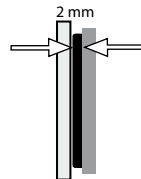

Imagen 9. Desgaste del freno delantero.
2. Revisar el nivel de desgaste de las balatas del freno delantero. Ver imagen 9.